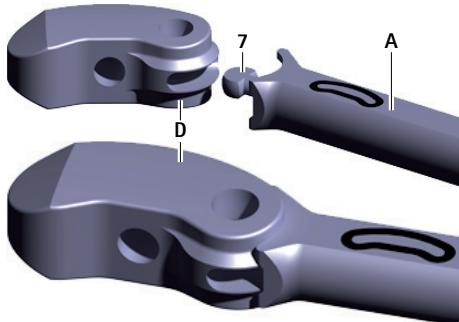

Fig. 2 Collegamento dell'impianto di prova allo strumento inseritore
- ▶ Accoppiare l'impianto di prova **D** al diedro **7** dello strumento inseritore **A**, vedere Fig. 2. Fare attenzione all'orientamento dell'impianto di prova (orientamento sulla base della scritta presente sullo strumento inseritore).